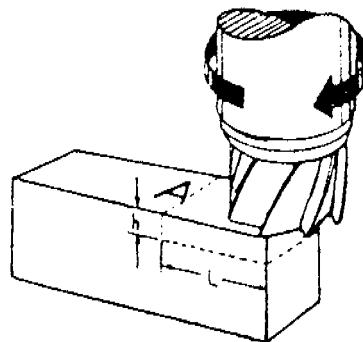

Figura 3
a. Con la fresa en movimiento, roce la superficie horizontal por fresar ( Figura 3 ) y tome referencia en el anillo graduado.